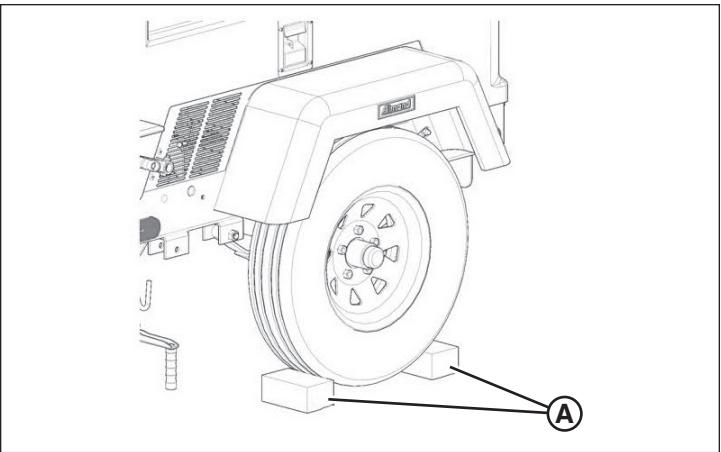

Figura 11
2. Bloquee las ruedas de cada lado con una cuña para ruedas adecuada (**A**, Figura 11).